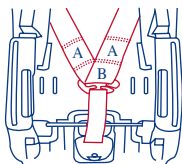
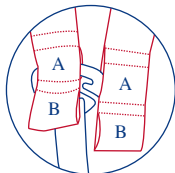

Fig. 31-2
Fig. 31-3
- Vuelva a ensamblar los tirantes del arnés en la placa reguladora del cinturón. Primero se debe volver a ensamblar el tirante izquierdo del arnés en la placa reguladora del cinturón y luego el tirante derecho del arnés (Fig. 31-2). Usted tiene dos posiciones del ajuste respecto al arnés. Utilice la posición A para un niño más pequeño, y coloque B para un niño más grande. Si usa la posición A, el lazo B debe estar encima de la placa del ajustador de la correa. (Fig. 31-3)